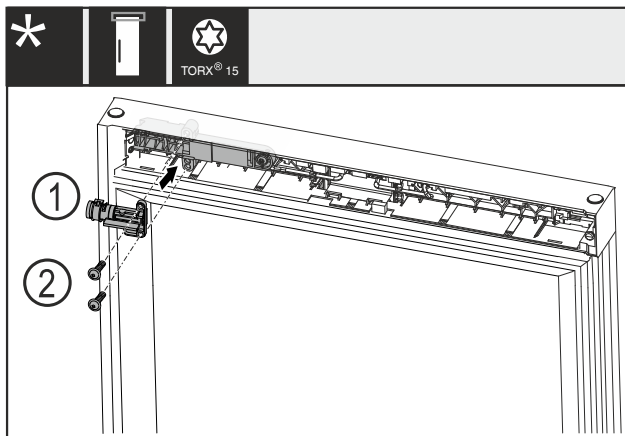

Fig. 13
- Mechanisch slot Fig. 13 (1) 180° draaien en op de tegenoverliggende zijde monteren.
- Mechanisch slot Fig. 13 (1) met schroeven Fig. 13 (2) bevestigen.